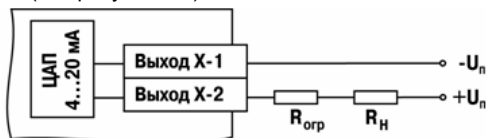

Рисунок 3.6
**Формирователь токового сигнала (выход И)** преобразует на активной нагрузке Rн значение на выходе в токовый сигнал 4...20 мА (см. рисунок 3.6).